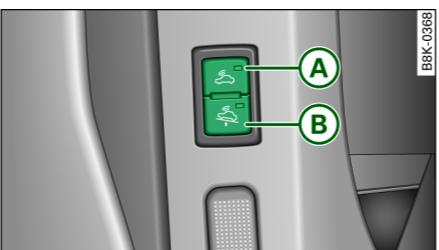

图 31 驾驶员座椅前端：
- 请按压按键 **A** ⇒ 图 31。按钮中的发光二极管亮起。